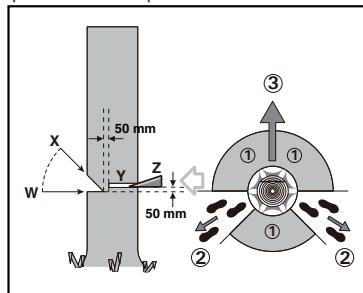

Figure 1
Prévoir et dégager un chemin d'évacuation autant que nécessaire avant de commencer les coupes. Le chemin d'évacuation doit s'étendre à l'arrière et diagonalement derrière la ligne de chute prévue comme illustré à la Figure 1.
Pratiquez une entaille égale à 1/3 du diamètre de l'arbre, perpendiculaire à la direction de chute comme illustré à la Figure 1. D'abord effectuer l'entaille inférieure horizontale (W). Cela évite que la chaîne ou la barre de guidage ne se coince pendant l'exécution de la deuxième entaille (X).
Pratiquez une coupe d'abattage (Y) d'au moins 50 mm plus grande que l'entaille horizontale comme illustré à la Figure 1. Effectuer la coupe parallèlement à l'entaille horizontale. Scier de façon qu'il reste un dos (latte de coupe) qui sert de charnière. Cette charnière évite que l'arbre ne tourne et tombe dans la mauvaise direction. Ne pas scier complètement le dos. Lorsque la coupe d'abattage approche du dos, l'arbre devrait commencer à tomber. S'il s'avère que l'arbre ne tombe probablement pas dans la direction souhaitée ou qu'il se penche vers l'arrière et que la chaîne de la tronçonneuse coince, interrompre la coupe et utiliser des coins en bois, en matière plastique ou en aluminium (Z) pour faire revenir l'arbre dans la direction souhaitée et pour ouvrir la coupe (①). Lorsque l'arbre commence à tomber, sortir la tronçonneuse de la coupe, l'arrêter, la poser par terre et quitter la zone de danger par la voie d'issue prévue (②). Faire attention aux branches qui tombent et à ne pas trébucher.